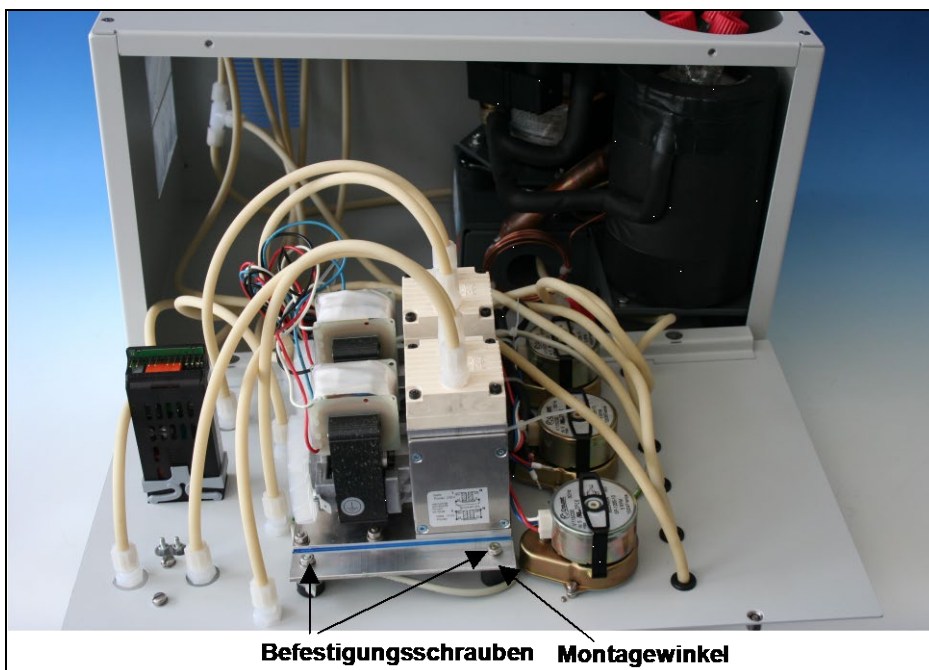

Abbildung 8 Ausbau der Gasförderpumpe
3. Die 4 Befestigungsschrauben des Montagewinkels, auf dem die Pumpe montiert ist, lösen (Abbildung 8).